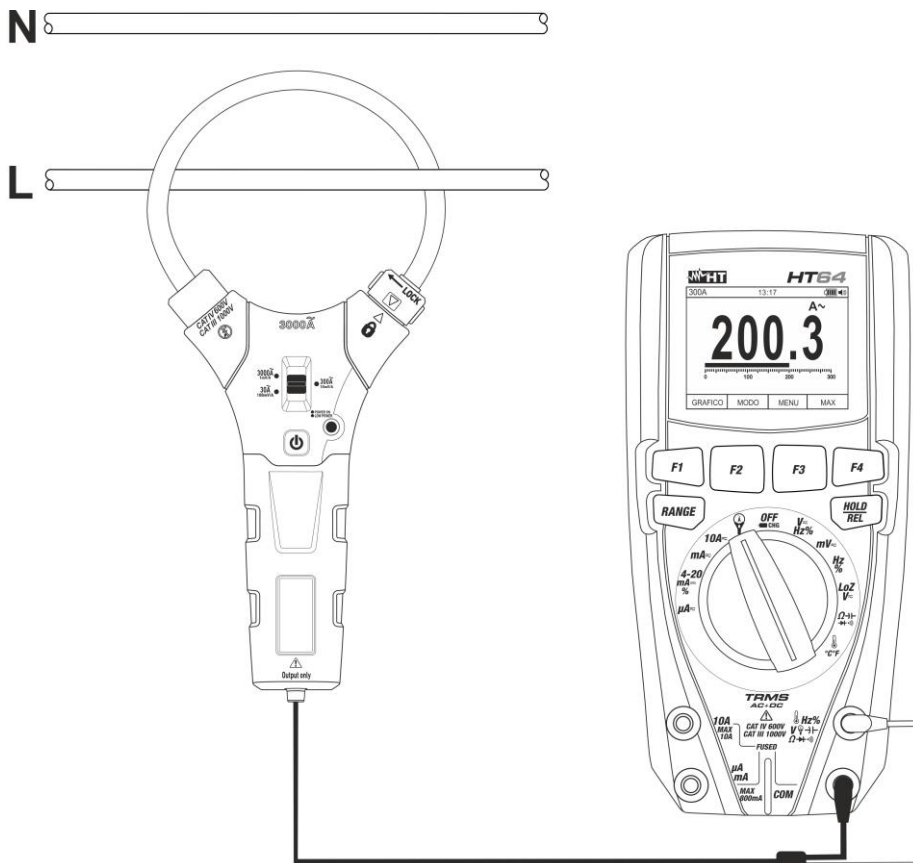

Fig. 32: Uso do instrumento para a Medição de Correntes CA/CC com transdutor c/ pinça
5. Inserir o cabo no interior do toroide (ver Fig. 32). O valor da corrente é apresentado no display.